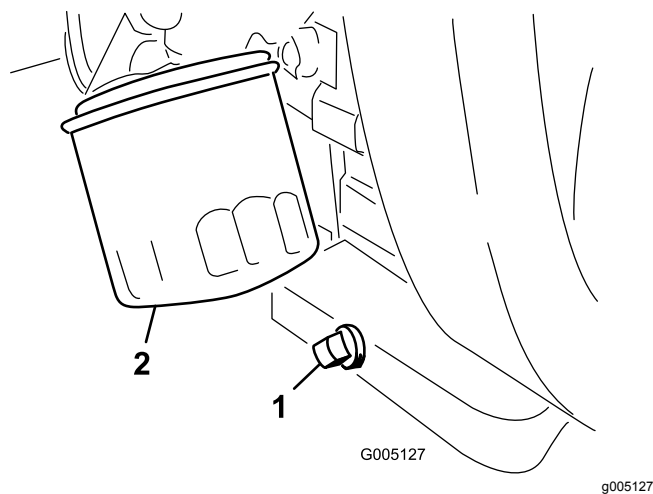

Figura 31
1. Retire el tapón de vaciado (Figura 31) y deje fluir el aceite a un recipiente apropiado.
2. Limpie las roscas del tapón de vaciado, aplique sellador de PTFE, e instale el tapón de vaciado (Figura 31).
3. Retire el filtro de aceite (Figura 31).